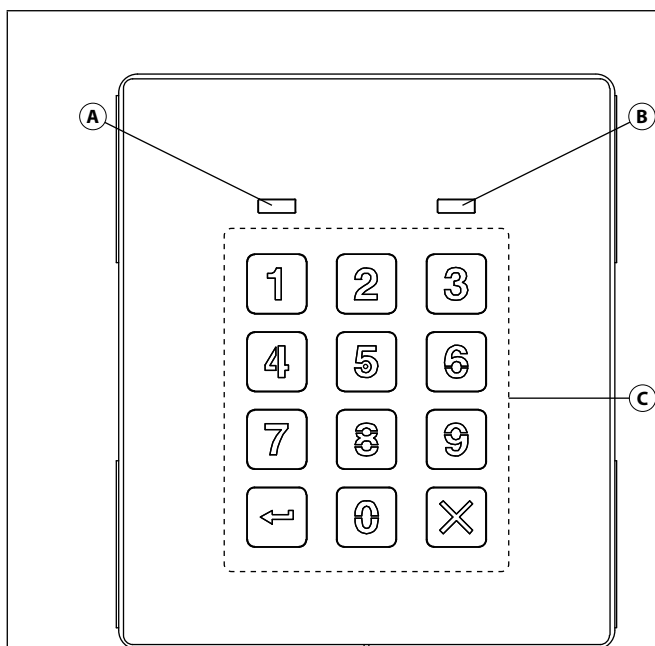

Fig. 1 Devant
- Une fois l'alimentation du module clavier numérique rétablie, attendre que celui-ci émette un son et que le voyant d'état rouge (**Fig. 1, B**) clignote une fois ;